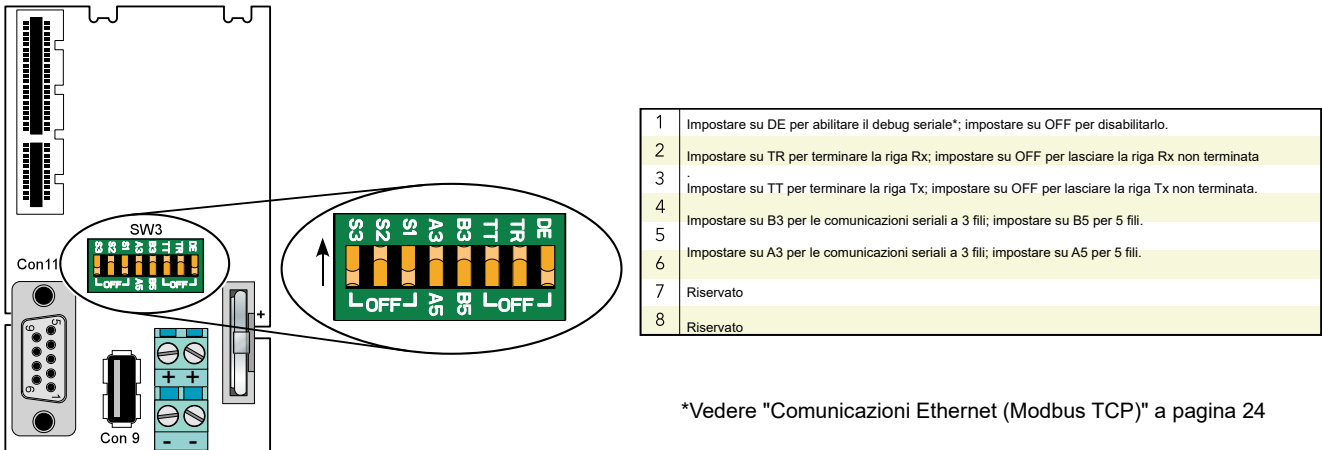

Figura 10 Dettagli sulla configurazione hardware per comunicazioni
2. Il funzionamento a 3 o 5 fili viene selezionato utilizzando l'interruttore a scorrimento a otto elementi (SW3) posizionato sulla scheda terminale dell'IOC. Anche le righe Tx e Rx possono essere terminate (con resistenze da 150 Ω) utilizzando altri elementi di questo interruttore. Vedere la Figura 10 per ulteriori dettagli.